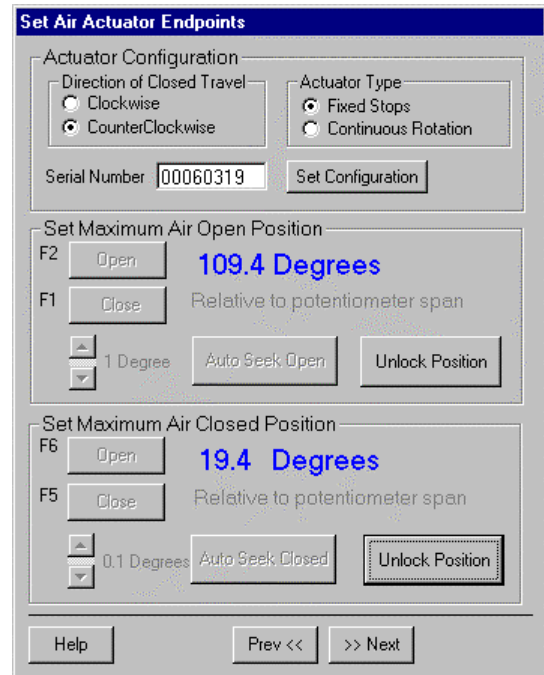
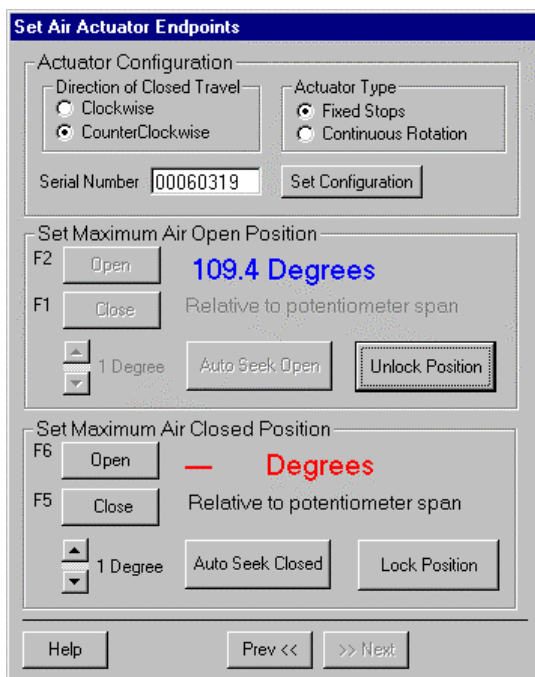

図 12：最大空気閉位置の設定
図 11：最大空気開位置の設定
3. 最大閉位置の設定/最大開位置の設定（図 11、図 12）：